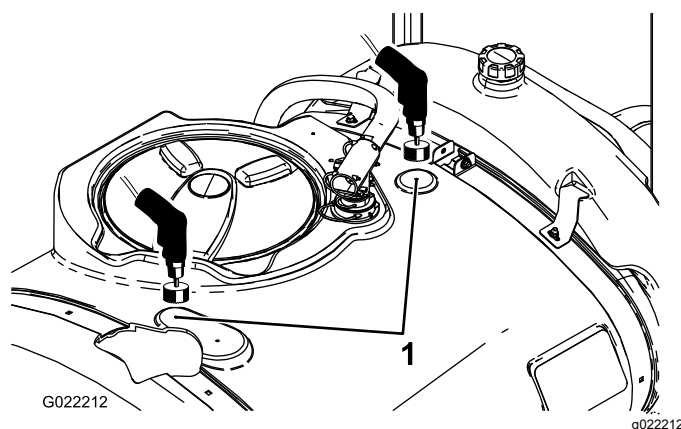

Figura 16
2. Individuate i due segni di foratura sul serbatoio principale (Figura 16).